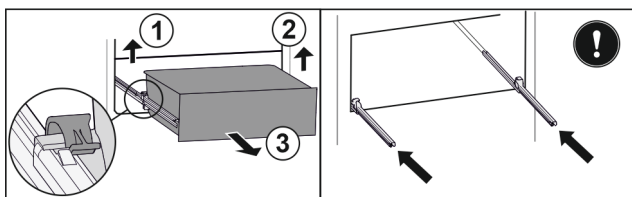

Fig. 117
- Повдигнете лявата скоба и едновременно с това изтеглете напред чекмеджето отляво. Fig. 117 (1)
- Повдигнете дясната скоба и едновременно с това изтеглете напред чекмеджето отдясно. Fig. 117 (2)
- Извадете чекмеджето напред. Fig. 117 (3)